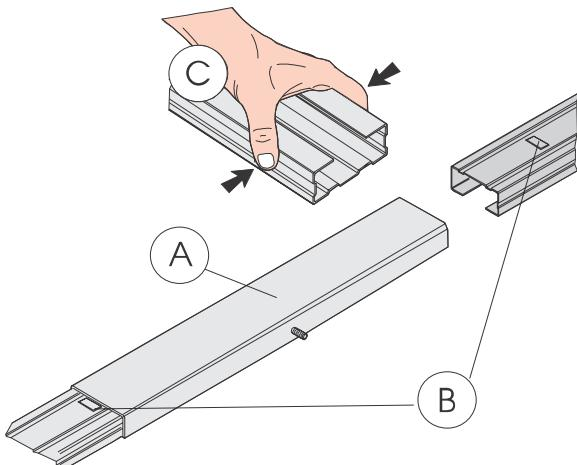

Fig. 6
- Assembleer de twee delen van de geleiderail door ze in het centrale verbindingsstuk te zetten (Fig. 6 ref. A) tot aan de metalen profielen (Fig. 6 ref. B). Om de rail er makkelijker in te krijgen wordt aangeraden hem in het centrale verbindingsstuk te steken terwijl u hem in elkaar drukt, zoals aangegeven in Fig. 6 ref. C. Gebruik geen gereedschappen die de rail of het verbindingsstuk kunnen vervormen.